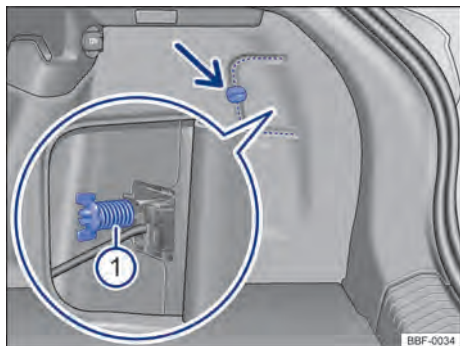

Fig. 132 No compartimento de bagagem: desinstalar cobertura e retirar o parafuso borboleta  (lupa).
-  Para abrir a cobertura da lanterna, girar a trava → Fig. 132 (seta).
-  Segurar a lanterna traseira na posição de montagem com uma das mãos e aparafusar com a outra o parafuso borboleta → Fig. 132 .